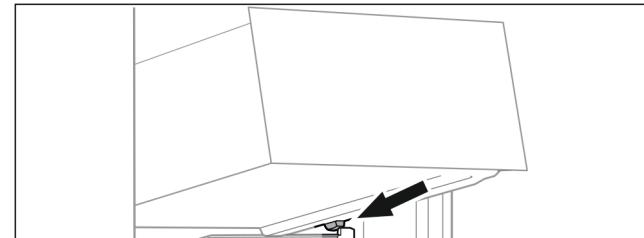

Fig. 98
- Schubfach schräg hinter den Stopfern auf Behälterrippe aufsetzen. (siehe Fig. 98)